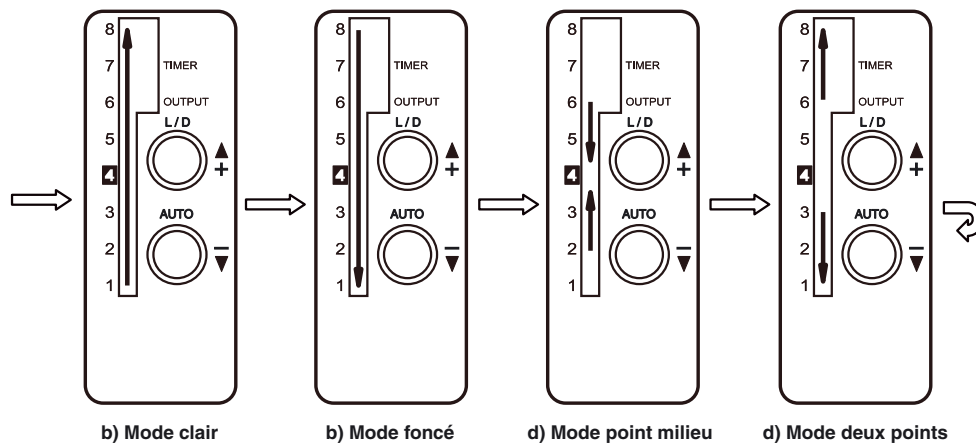

Figure 1. Séquence de clignotement de la LED pour les modes d'apprentissage automatique
2) Tout en appuyant sur le bouton AUTO, appuyez plusieurs fois sur le bouton "+" pour faire défiler les quatre modes d'apprentissage automatique possibles. La direction des LED clignotantes d'indication de contraste (numérotées de 1 à 8) indique le mode d'apprentissage automatique actuel (voir figure 1). Lorsque le mode désiré est indiqué, relâchez le bouton AUTO. Les descriptions des quatre modes d'apprentissage automatiques figurent ci-dessous.